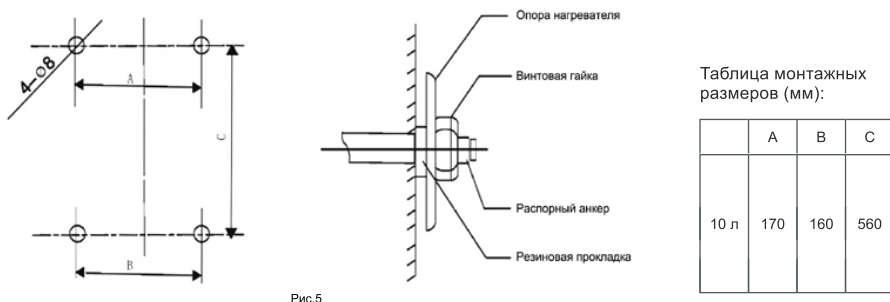

Рис.5
- а) Произведите разметку отверстий на стене как показано на рис. 5. Затем просверлите 4 отверстия $\varnothing 8$ мм. Забейте в них по одному распорному анкеру $\varnothing 6$ мм (размеры следует подбирать в соответствии с таблицей монтажных размеров).